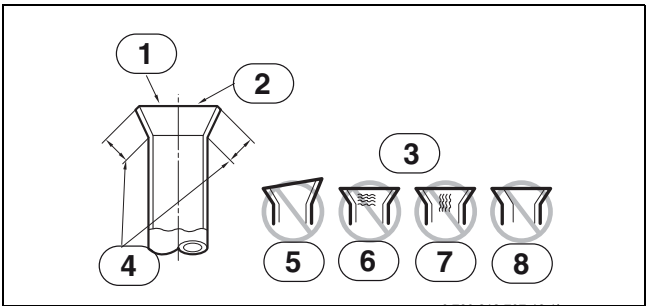

Рис. 20
- Сравните отбортовки с изображениями (→ рис. 20).